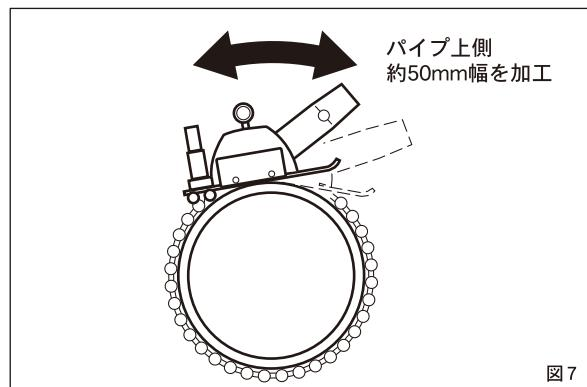

図7
- ④GXグルーバー取扱説明書（P.10）の「溝切」手順①～③を参照して、まずパイプ上部に長さ約50mmの、溝切加工を行ってください。（図7）